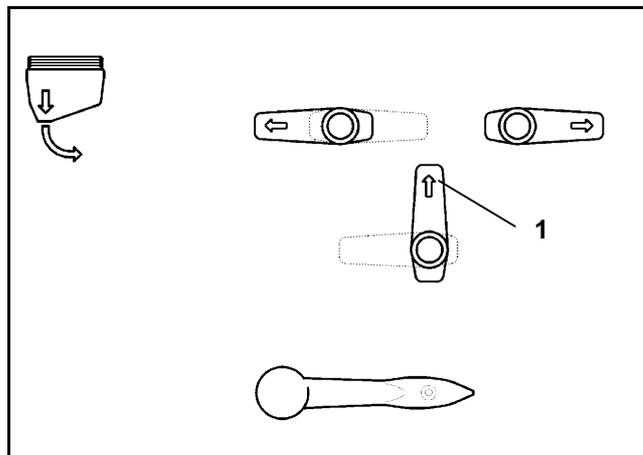

Fig. 7.13
- Regresar el grifo de conmutación de 3 vías (7.13/1) según la fig. 7.13 a la posición inicial.